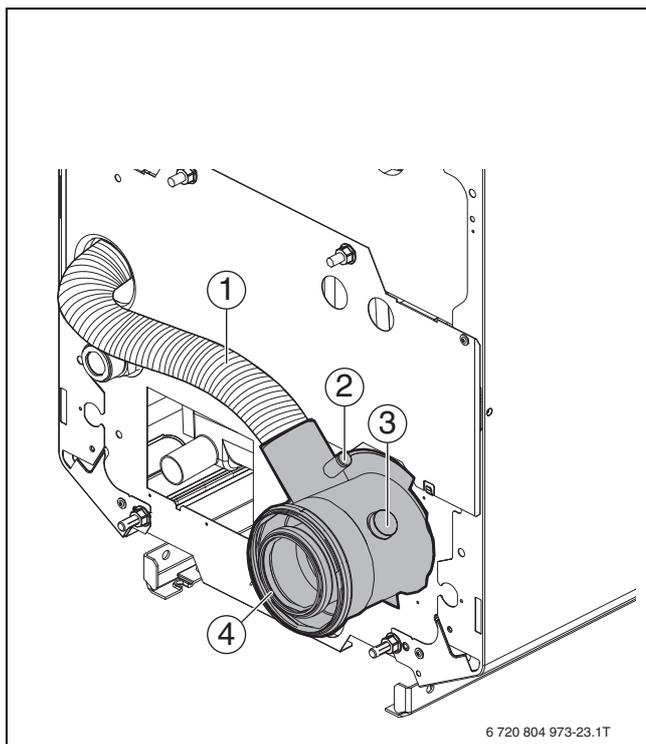

Fig. 81 Buse air-fumées
Les mesures sont toujours effectuées dans la buse air-fumées (→ fig. 81, [3]).
- ▶ Plonger la sonde de mesure à travers l'ouverture de mesure dans la buse de raccordement air-fumées jusqu'au courant primaire (au milieu du tuyau de fumées) des fumées (température maximale des fumées) (→ fig. 81, [3], page 50).